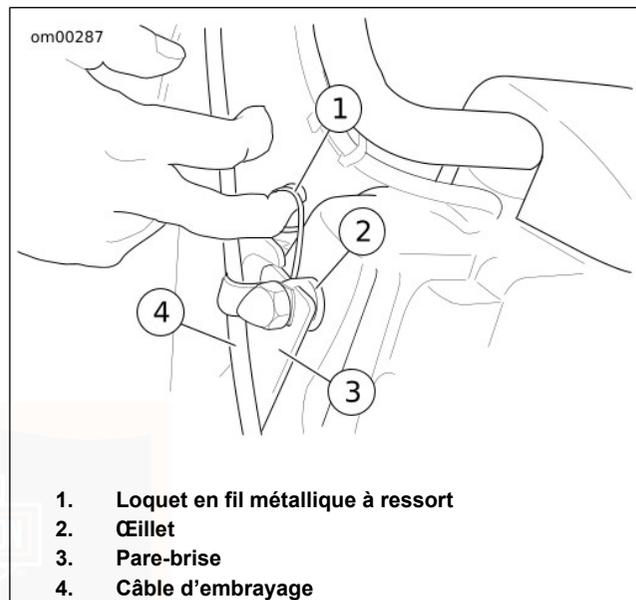

Figure 20. Pare-brise : FLHR/C
1. Voir Figure 20. Soulever les loquets en fil métallique à ressort de l'un ou l'autre des deux côtés du pare-brise et déplacer le HAUT du bloc pare-brise vers l'avant jusqu'à ce que les encoches SUPÉRIEURES du support se séparent des œillets en glissant.
1. Voir Figure 20. Soulever les loquets en fil métallique à ressort de l'un ou l'autre des deux côtés du pare-brise et faire glisser les encoches INFÉRIEURES du support de pare-brise sur les œillets inférieurs.